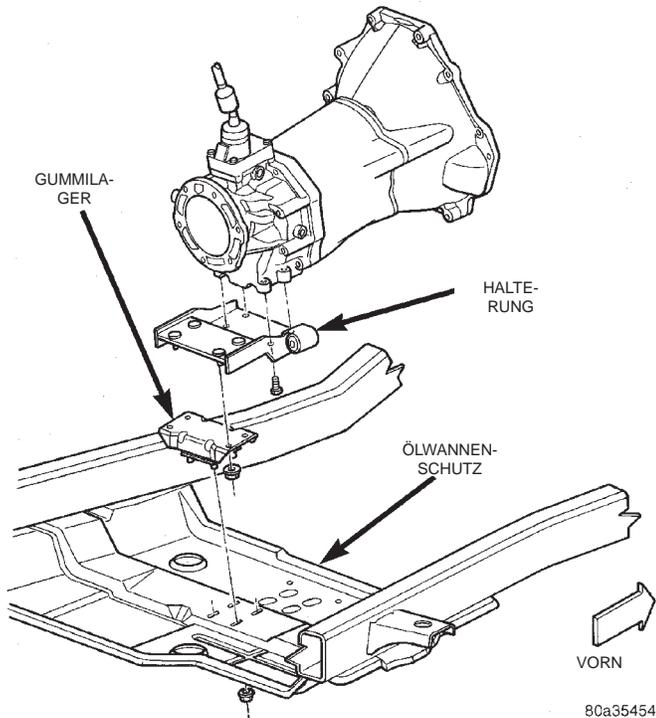
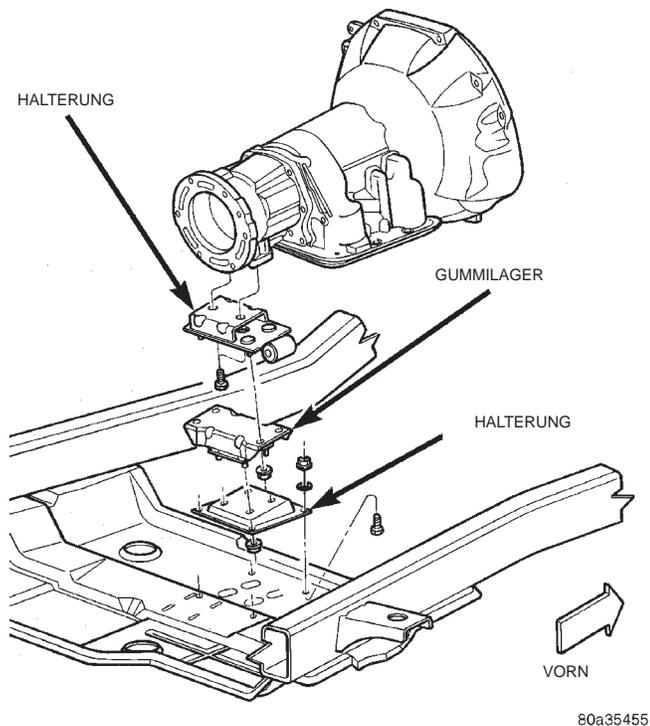

Abb. 25 Hintere Aufhängung (Schaltgetriebe)
Abb. 26 Hintere Aufhängung (Automatikgetriebe)
- (1) Batterie-Minuskabel (-) abnehmen.
- (2) Fahrzeug anheben und Getriebe abstützen.
- (3) Muttern herausdrehen, mit denen das Gummilager am Ölwannenschutz befestigt ist (Abb. 25) (Abb. 26).
- (4) Schrauben der Schutzplatte herausdrehen und Ölwannenschutz ausbauen.
(1) Muttern herausdrehen, mit denen das Gummilager an der Getriebehalterung befestigt ist (Abb. 26). Gummilager ausbauen.
(2) Schrauben herausdrehen, mit denen die Getriebehalterung am Getriebe befestigt ist.
- (1) Getriebehalterung am Getriebe befestigen und Schrauben montieren (Abb. 25).
- (2) Schrauben mit einem Anzugsmoment von 54 N·m (40 ft. lbs.) festziehen.
- (3) Gummilager auf der Getriebehalterung montieren und Muttern befestigen (Abb. 25).
- (4) Muttern mit einem Anzugsmoment von 41 N·m (30 ft. lbs.) festziehen.
- (1) Getriebehalterung am Getriebe anbringen und Schrauben montieren. Schrauben mit einem Anzugsmoment von 54 N·m (40 ft. lbs.) festziehen.
- (2) Gummilager an der Getriebehalterung anbringen und Muttern montieren. Muttern mit einem Anzugsmoment von 41 N·m (30 ft. lbs.) festziehen (Abb. 26).
- (3) Falls zuvor abgebaut, Gummilager am Ölwanenschutz anbringen und Schrauben sowie Muttern montieren. Muttern mit einem Anzugsmoment von 28 N·m (21 ft. lbs.) festziehen.
- (1) Ölwanenschutz auf den Stehbolzen des Gummilagers montieren und Muttern aufschrauben (Abb. 25) (Abb. 26). Muttern mit einem Anzugsmoment von 28 N·m (21 ft. lbs.) festziehen.
- (2) Schrauben des Ölwanenschutzes am Schweller montieren und mit einem Anzugsmoment von 75 N·m (55 ft. lbs.) festziehen.
- (3) Getriebeabstützung entfernen.
- (4) Fahrzeug ablassen.
- (5) Batterie-Minuskabel (-) anschließen.